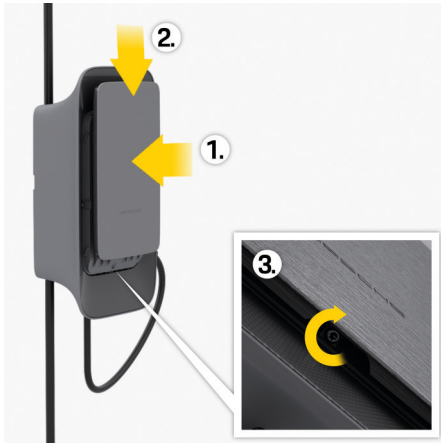

Bild 98: Fästa designfronten
1. Lossa skruven längst ned på designfronten **3** ► (Bild 98).